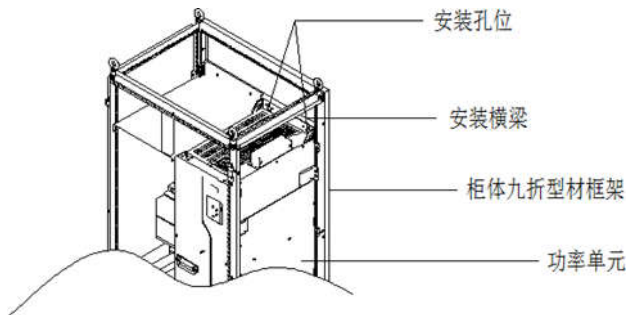

图 4-7 XLP7000 55~500kW 各类机型的机柜 3D
- （2）XLP7000 55~500kW 各类机型装入九折型材 600mm 深机柜时，安装横梁必须向内弯折（如图 4-7 所示），借用立柱的空间（在装 800mm 深或以上标准机柜时，无此限制）。